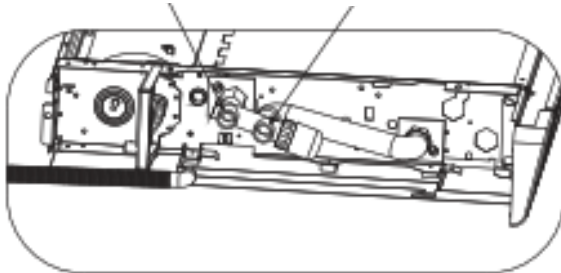
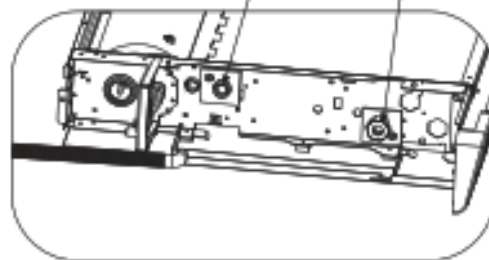

Fig. 29
Fig.30
4.6.1 Reportez-vous à la fig.29 et à la fig.30 pour connecter les lignes d'entrée et de sortie d'eau. Les conduites d'eau et les joints doivent être isolés thermiquement.